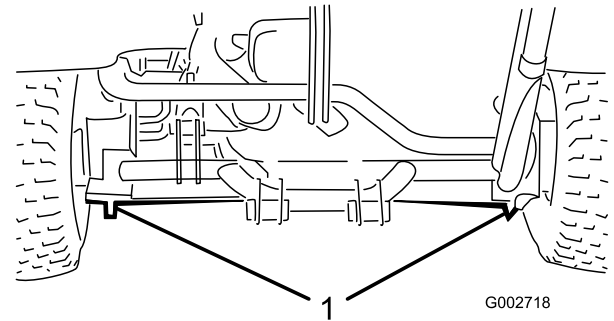

Figura 21
- Lato sinistro o destro – sotto il motore delle ruote posteriori o il telaio (Figura 21).